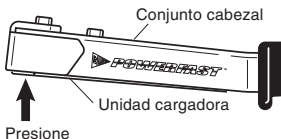

Figura 3 - Presione la unidad cargadora
3. Agarre la herramienta del cabezal y presione ligeramente la unidad cargadora (Vea la Figura 3, página 7).